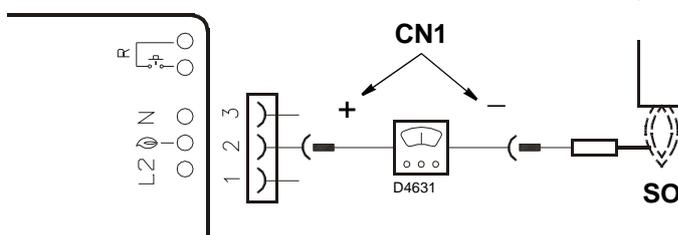

Fig. 9
4.2 REGOLAZIONE TESTA DI COMBUSTIONE, (vedi Fig. 9)